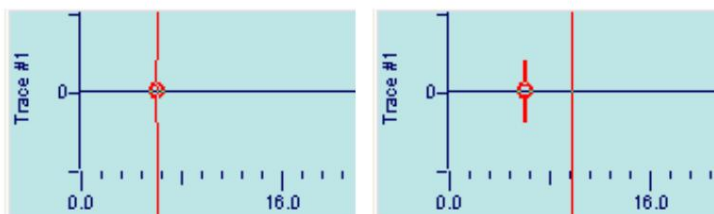

Figura 29 Primer marcador de ruptura (línea de tiempo movida en la segunda figura)
- Colocación de un primer marcador de ruptura (Figura 29)